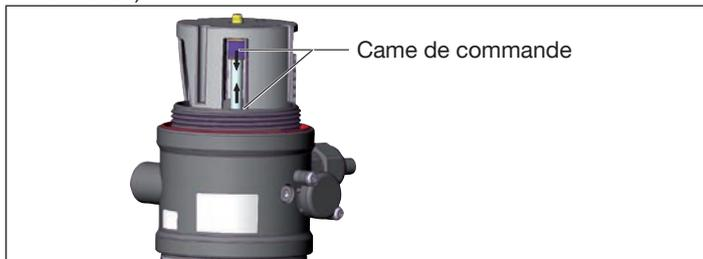

Fig. 27 : Réglage du microrupteur ou des fin de courses
- Si nécessaire, il est encore possible d'effectuer l'ajustage fin des points de commutation : Déplacer les cames de commande en direction du centre à l'aide d'un tournevis (voir « Fig. 27 »)